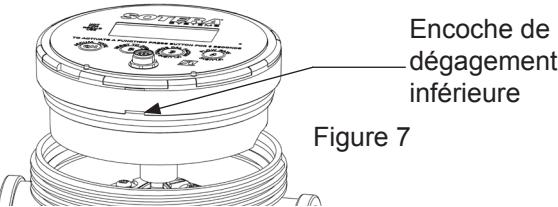

Figure 7
- Insérer un tournevis plat dans l'encoche inférieure (voir figure 7) et le tourner pour dégager la tête du compteur (repère 6).